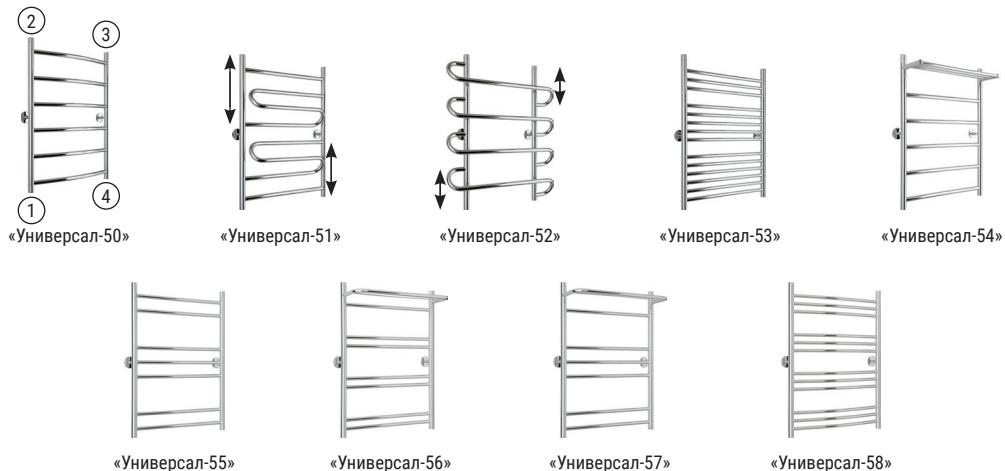

Рис.1
4.1. Схема стандартного подключения к системе ГВС или отопления (рис. 1). Подключение осуществляется по схеме: 1-4; 1-3; 2-4; 2-1; 3-4.
6.1. Подключение полотенцесушителя к системе ГВС или отопления осуществляется параллельно к основной магистрали (рис. 1 и п. 4).